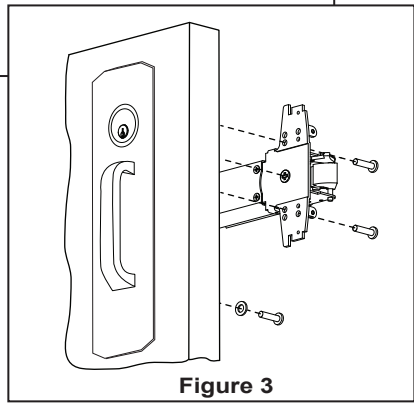

Figure 3
4. Mount exit device as directed per instructions included in your exit device. Once device is mounted, secure bottom portion of handle with screw and washer provided (see **Figure 3**).
4. Consulter les instructions livrées avec le mécanisme de sortie afin de fixer, de l'intérieur, la garniture et le mécanisme de sortie à la porte à l'aide des vis fournies. Une fois le mécanisme de sortie et la garniture installés, fixer la base de la poignée à partir de l'intérieur, avec les vis fournies. (voir **Figure 3**).